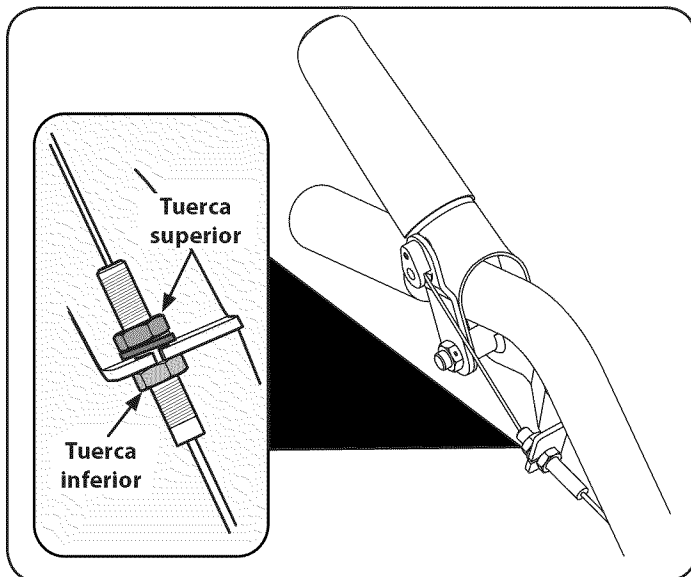

Figura 9
4. Si la correa gira sin que el control del embrague esté conectado, desenrosque la tuerca superior y ajuste desenroscando unos giros la tuerca inferior en el sentido de las agujas del reloj (parado en la posición del operador) y luego reajuste la tuerca superior contra el soporte del cable. Vea la Figura 9.
7. Si las ruedas no giran cuando la cultivadora está en marcha hacia adelante, afloje la tuerca superior y ajuste apretando el cable algunas vueltas en sentido contrario a las agujas del reloj (parado en la posición del operador) y luego ajuste nuevamente la tuerca superior contra el soporte del cable. Vea la Figura 9.